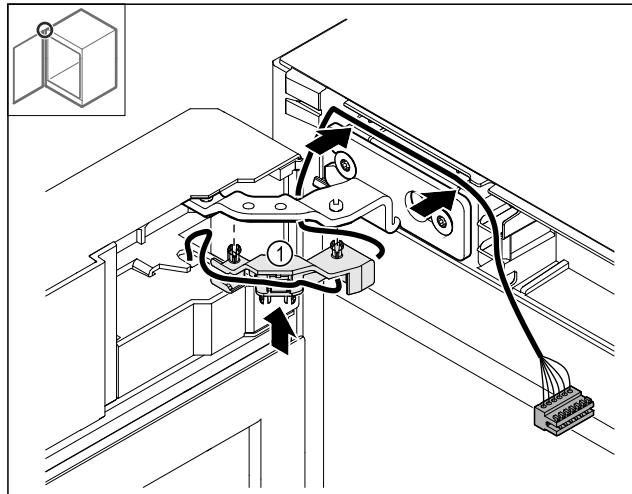

Fig. 49
- Натиснете държача на кабела Fig. 49 (1) в пантата.